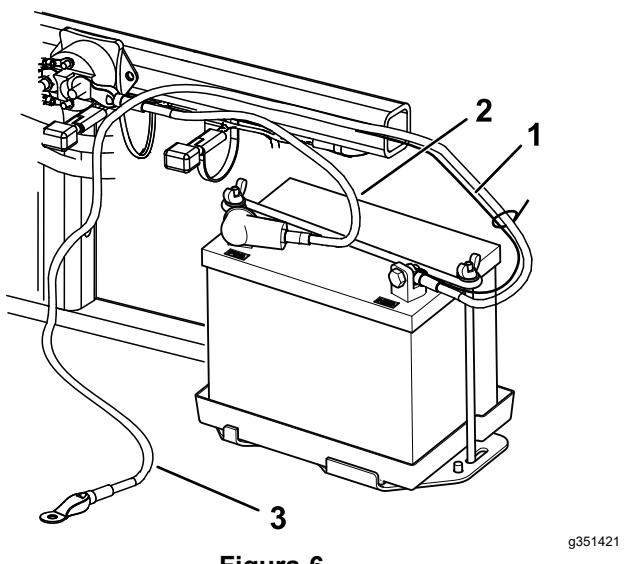

Figura 6
- Conecte el cable positivo (rojo) al borne positivo (+) con un perno ($\frac{1}{4}$ " x $\frac{5}{8}$ ") y una contratuerca (Figura 6)
3. Conecte el cable negro pequeño y el cable negativo (negro) al borne negativo (-) de la batería con un perno ($\frac{1}{4}$ " x $\frac{5}{8}$ ") y una contratuerca ($\frac{1}{4}$ "). (Figura 6).